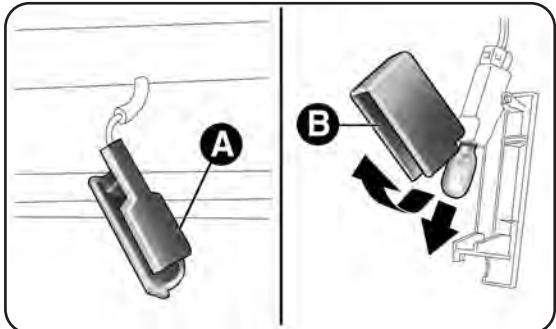

fig. 149
- abra la puerta (delantera o trasera) y extraiga el plafón A-fig. 149;